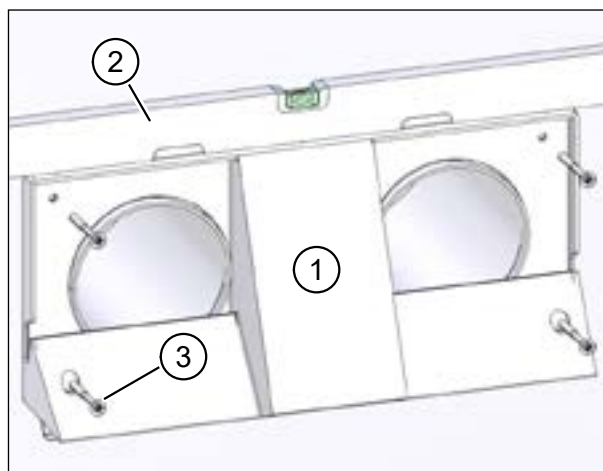

Рис. 10: Закрепить опорную панели
- ▶ Аккуратно насадите опорную панель (поз. 1 на рис. 10) на вентиляционные трубы. Проследите, чтобы уплотнители не были повреждены.
- ▶ Используя строительный уровень, выровняйте положение опорной панели (см. поз. 2 на рис. 10) по вертикали.
- ▶ Закрепите опорную панель с помощью четырех винтов, входящих в комплект поставки (поз. 3 на рис. 10).